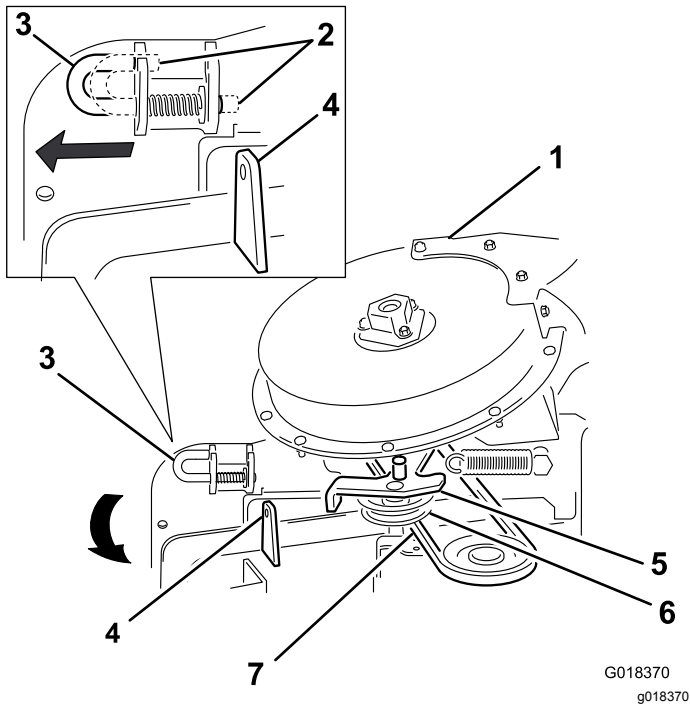

Figura 38
6. Spostate il perno di bloccaggio dalla posizione di blocco alla posizione di apertura (Figura 38).
7. Chiudete il gruppo del soffiatore e allineate il perno di bloccaggio con il foro sulla staffa della guida di carico (Figura 38).